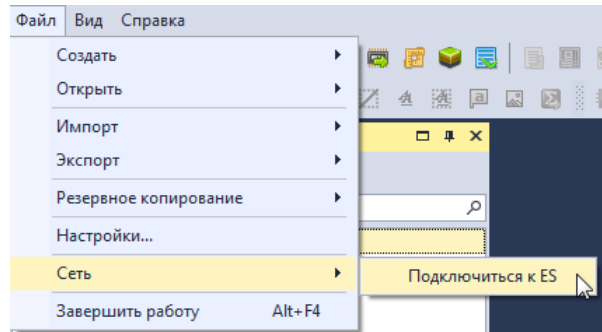

Рис. 17 Вызов подключения к серверу Enterprise Server из Delta Design Professional
1. Из главного меню в разделе Файл выберите пункт «Сеть» и запустите подключение к Серверу, Рис. 17.